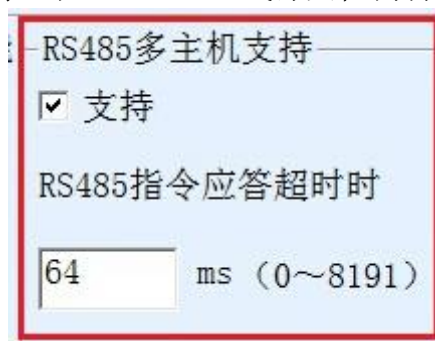
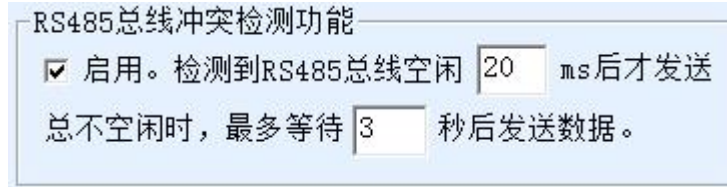

图 48 RS485 多主机支持
图 49 RS485 防冲突空闲时间
1. 图 49 所示为“RS485 总线防冲突时间”，一般可以设置为参数配置界面右下角的“数据包间隔”的两倍，但是最小不能小于 20。
2. 图 48 所示为“RS485 指令应答超时时间”，一般根据来回应答的指令长度决定，如果发送指令为 N 字节，应答为 M 字节，那么建议设置的值为：“数据包间隔” \times (N+M+5) +100。
此时需要注意的是需要将图 49 所示为“RS485 总线防冲突时间”和图 48 所示为“RS485 指令应答超时时间”的两个勾去掉。否则无法实现上述转发功能。